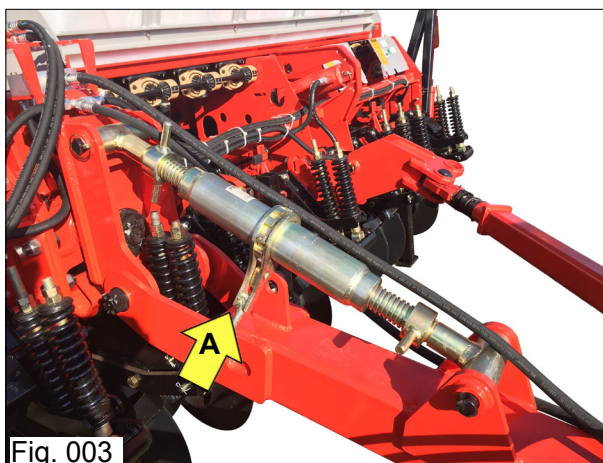
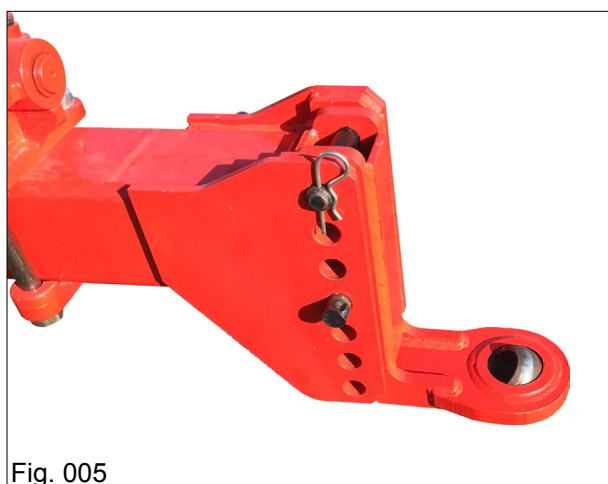
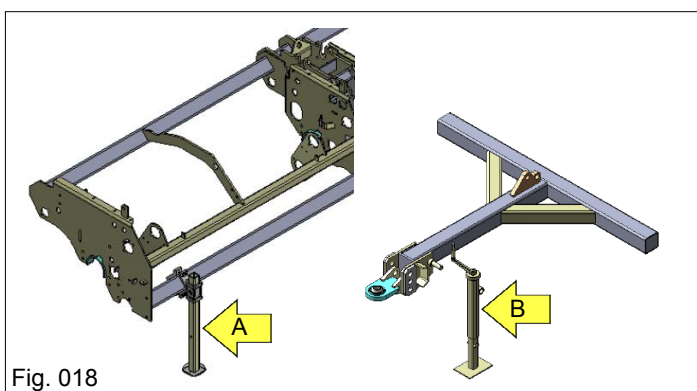

Fig. 003
Fig. 005
Fig. 018
3) Acople o regulador do cabeçalho “A” (Fig. 003) no ponto superior do chassi e no furo superior do cabeçalho;
5) Acople o conjunto do engate “A” (Fig. 005) ao cabeçalho;
6) Utilizando o regulador do cabeçalho “A” (Fig. 003), e o engate com rótula “A” (Fig. 005) ajuste a altura do engate do cabeçalho à barra de tração do trator, a seguir efetue o engate da plantadora ao trator e trave o pino de engate com a trava de aço;
Para efetuar o acoplamento da plantadora ao trator, é necessário que os pés de apoio "A" e o levante mecânico "B" (Fig. 018) estejam fixos e apoiados ao solo.
- a) Nivele o cabeçalho da plantadora em relação a barra de engate do trator, utilizando o regulador do cabeçalho "A" (Fig. 003) e o levante mecânico "B" (Fig. 018).